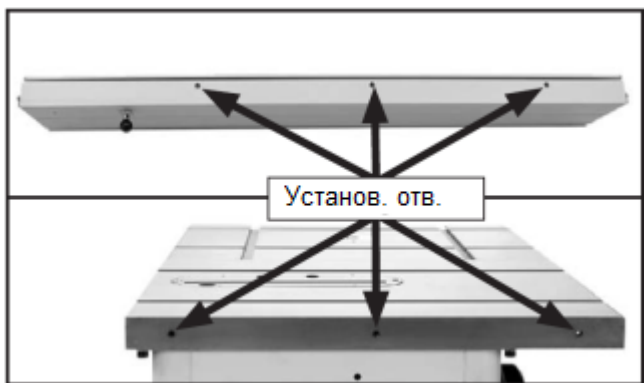

Рис. 1. Установочные отверстия
- Если с левой стороны стола не установлено расширение, и если в столе станка нет подходящих для установки подвижного стола отверстий, вам следует их просверлить и нарезать резьбу M8-1.25 самостоятельно. Отверстия следует расположить так, чтобы они соответствовали отверстиям на подвижном столе (См. рис. 1)